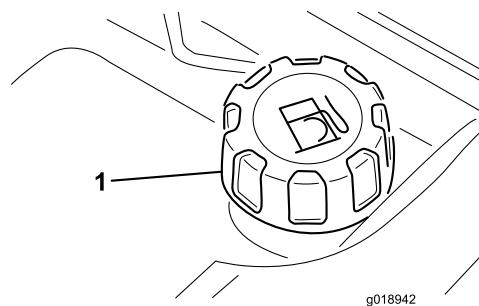

Figure 28
1. Basculez le siège en avant et bloquez-le avec la béquille pour l'empêcher de retomber accidentellement. Nettoyez la surface autour du bouchon du réservoir de carburant avec un chiffon propre (Figure 28).